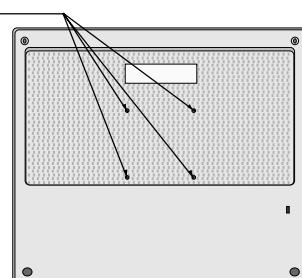

**Abbildung R.4**
6. Stecken Sie Netzkabel, Signalkabel und Audiokabel auf der Rückseite des Monitors ein (**Abbildung R.4**).